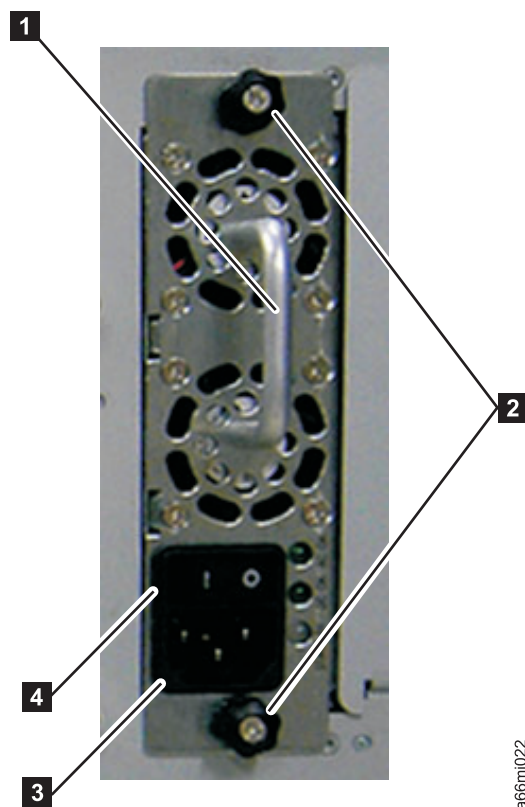

Figura 11-2. Fonte de alimentação primária em um módulo de controle
Atenção: Primeiro, desconecte o cabo de alimentação da origem de alimentação. Em seguida, desconecte o cabo de alimentação do receptáculo da fonte de alimentação (**3** na Figura 11-2).
3. Solte os dois parafusos de aperto manual (**2** na Figura 11-2) girando-os no sentido anti-horário.
4. Segure a alça (**1** na Figura 11-2) e empurre lentamente a fonte de alimentação em sua direção, enquanto a apoia pelo lado de baixo.
1. Segure a alça (**1** na Figura 11-2) enquanto apoia a unidade pelo lado de baixo. Em seguida, alinhe a fonte de alimentação com as guias no slot e empurre com cuidado a fonte de alimentação para dentro da biblioteca.
2. Aperte os dois parafusos de aperto manual (**2** na Figura 11-2 na página 11-4) girando-os em sentido horário.
Atenção: Primeiro, conecte o cabo de alimentação no receptáculo da fonte de alimentação (**3** na Figura 11-2 na página 11-4). Em seguida, conecte o cabo de alimentação à origem de alimentação.
2. Segure a alça (**1** na Figura 11-2 na página 11-4) enquanto apoia a unidade pelo lado de baixo. Em seguida, alinhe a fonte de alimentação com as guias no slot e empurre com cuidado a fonte de alimentação para dentro da biblioteca.
3. Aperte os parafusos de aperto manual (**2** na Figura 11-2 na página 11-4) girando-os em sentido horário.
4. Conecte o cabo de alimentação no receptáculo da fonte de alimentação redundante (**3** na Figura 11-2 na página 11-4).
5. Comute a chave liga/desliga (**4** na Figura 11-2 na página 11-4) para a posição I (Ligada).
2. Comute a chave liga/desliga da fonte de alimentação redundante (**4** na Figura 11-2 na página 11-4) para a posição O (Desligada).
3. Desconecte o cabo de alimentação do receptáculo da fonte de alimentação redundante (**3** na Figura 11-2 na página 11-4).
4. Solte os dois parafusos de aperto manual (**2** na Figura 11-2 na página 11-4) girando-os no sentido anti-horário.
5. Segure a alça (**1** na Figura 11-2 na página 11-4) e puxe a fonte de alimentação em sua direção. Segure o componente por baixo com a outra mão.